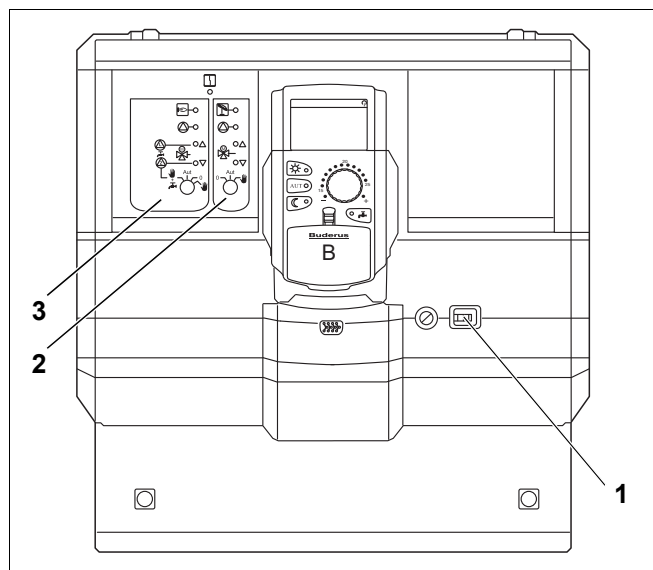

Рис. 25 Logamatic 4121
- Включите систему управления пусковым (→ рис. 25, [1]).
- Установите для отопительного контура 1 (если требуется, то и для контура ГВС) (→ рис. 25, [3]) переключатель  в положение "рука"  или .
- Установите для отопительного контура (→ рис. 25, [2]) переключатель  в положение "рука" .